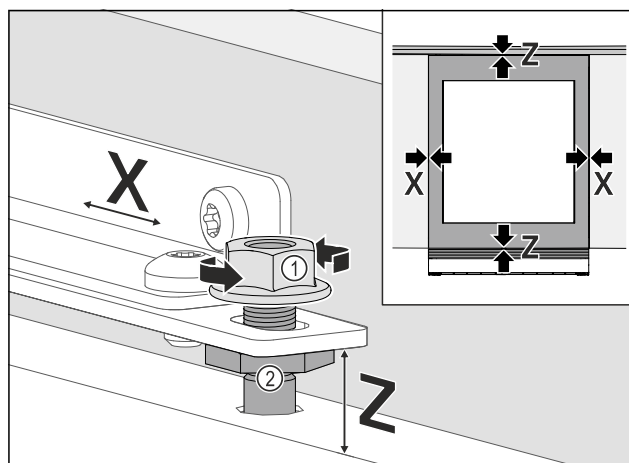

Fig. 94
- Allineare la porta del mobile sui lati: Allentare Fig. 94 (1) il controdado, spostare la porta del mobile in direzione X.
- Serrare Fig. 94 (1) i controdadi.
- Allineare la porta del mobile all'altezza Z e all'inclinazione laterale: Regolare Fig. 94 (2) i bulloni di registrazione.